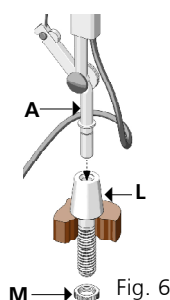

Fig. 6
**ISTRUZIONI TAVOLO FISSO** (fig.6): Praticare un foro (diametro 18,5-19,5 mm) nel piano prescelto, inserire il supporto L e bloccare la ghiera M. Inserire il corpo lampada A nell'apposita sede eseguendo una rotazione e una pressione verso il basso.
**INSTRUCTIONS TABLE FIXE** (fig. 6): Percer un trou (diamètre 18,5-19,5mm) sur la surface choisie, introduire le support L et bloquer l'embout M. Insérer le corps de l'appareil A dans son logement en effectuant une rotation et en exerçant une pression vers le bas.
**FIXED TABLE INSTRUCTIONS** (fig. 6): Make a hole (diameter 18.5-19.5mm) in the chosen flat surface, insert support L and lock ring nut M. Insert fixture body A into the proper seat by rotating and pressing it downward. N.B.: Do not use nuts and bolts supplied with the base.
**ANLEITUNGEN FESTE TISCHLEUCHTE** (Abb. 6): Die Tischplatte kreisförmig ausbohren (Durchmesser 18,5-19,5mm), die Halterung L einstecken und mit Nutmutter M festziehen. Den Beleuchtungskörper A in die geeigneten Sitz beim Drehen und Drücken nach unten einsetzen.
**ISTRUCCIONES MESA FIJA** (fig. 6): Hacer un agujero (diámetro 18,5-19,5mm) en la superficie establecida, introducir el soporte L y bloquear la virola M. Introducir el cuerpo lámpara A en el espacio correspondiente efectuando una rotación y una presión hacia abajo.